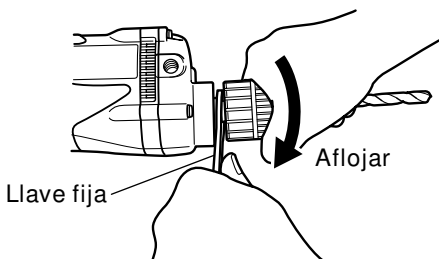

Fig. 4
- (1) Abra las mordazas del portabrocas e inserte la broca en el portabrocas. Para abrir las mordazas del portabrocas, sujete el anillo mientras gira el manguito en el sentido contrario a las agujas del reloj (visto desde el lado delantero).
- (2) Sujete el anillo firmemente y gire el manguito en el sentido de las agujas del reloj. Apriete firmemente.
- (3) Para sacar la broca, sujete el anillo firmemente y gire el manguito en el sentido contrario a las agujas del reloj.
- (4) Si no consigue aflojar el manguito, fije el husillo utilizando una llave fija, sujete el manguito firmemente y gírela en la dirección de aflojamiento (en sentido contrario a las agujas del reloj visto desde adelante). (Fig.4)